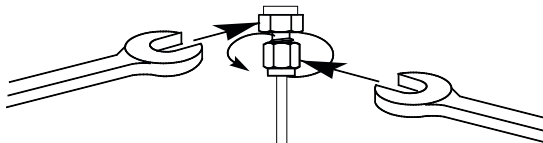

図 13 最終の締め付け
- 8 1/8 インチ (3.175 mm) Swagelok フィッティングには、7/16 インチ (1.111 cm) のスパナ 2 本を使用し、フィッティングを 3/4 回転締めます (図 13)。
1/4 インチ (6.350 mm) フィッティングには、9/16 インチ (1.429 cm) のスパナ 2 本を使用し、1-1/4 回転締めます (図 13)。